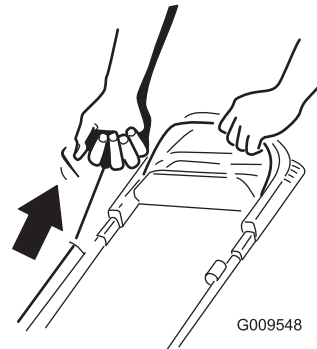

Figure 14
2. Tirez la poignée du lanceur (Figure 14).
Remarque: Tirez lentement la poignée du lanceur (Figure 14) jusqu'à ce que vous sentiez une résistance,